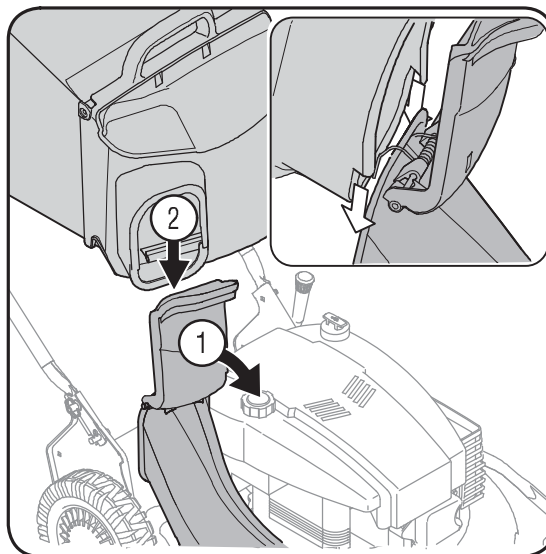

Figure 7
- Relevez le rabat et faites glisser le sac sur l'adaptateur. Voir la Figure 7.